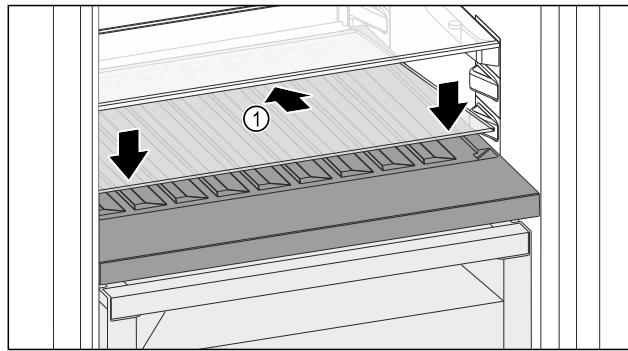

Fig. 164
- 向后下方倾斜放置玻璃隔板 Fig. 164 (1)。
- 放低玻璃隔板 Fig. 164 (1) 前部。